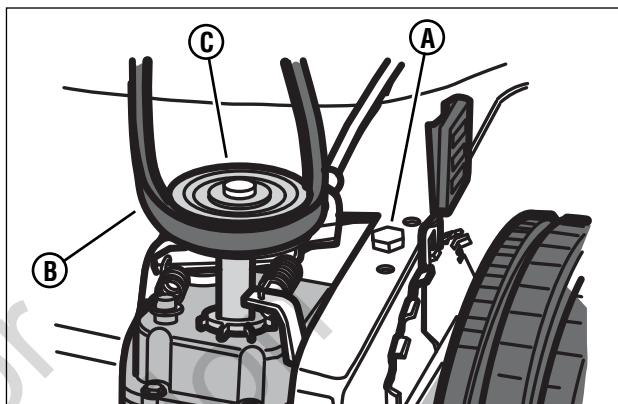

Figura 18: Aflojamiento del perno de tensión de la correa
3. (SP2265 y NSP2265 únicamente): afloje el perno de tensión de la correa (A, **Figura 18**).